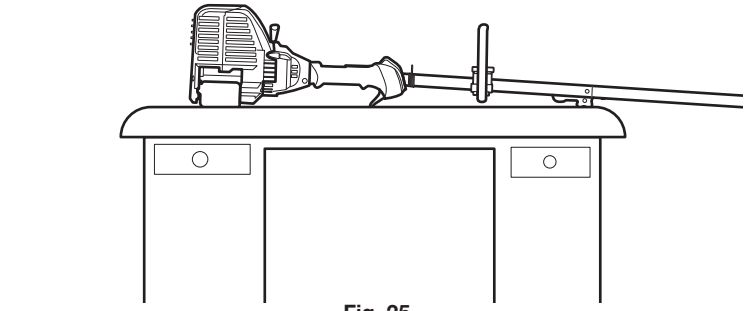

Fig. 25
2. **Ubique la unidad sobre una superficie plana y nivelada**, como un banco de trabajo o una mesa. El protector del cabezal de corte debe quedar colgando del borde de manera que el motor quede nivelado (Fig. 25).